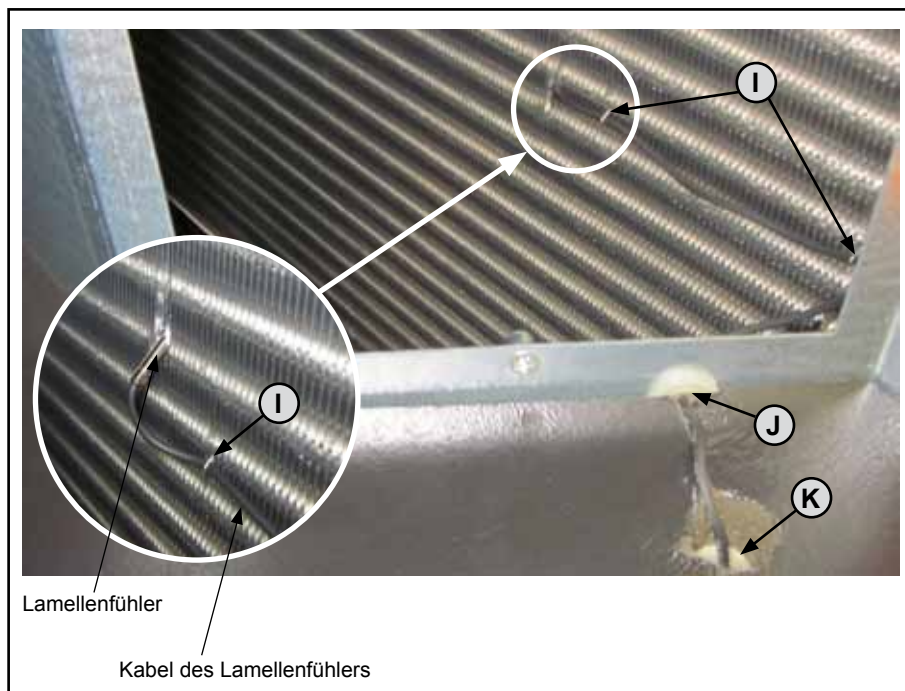

Abbildung 8: Befestigung des Kabels des Lamellenfühlers
- 3.13 Fühlerkabel soweit in den Teil der Wärmepumpe mit dem Verdichter zurückziehen bis die Kabelführung der Abbildung 8 entspricht